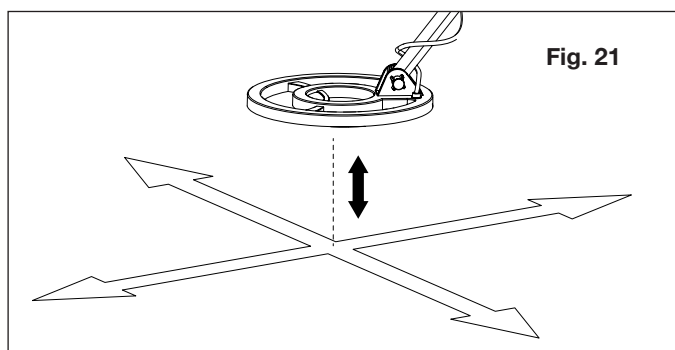

Fig. 21
7. Pase al modo de precisión tal como se indicó anteriormente. Luego mueva la bobina de exploración sobre dicho punto en un movimiento de frente y atrás y de lado a lado un par de veces para centrarse en el lugar y profundidad exactos del objeto (Fig. 21).